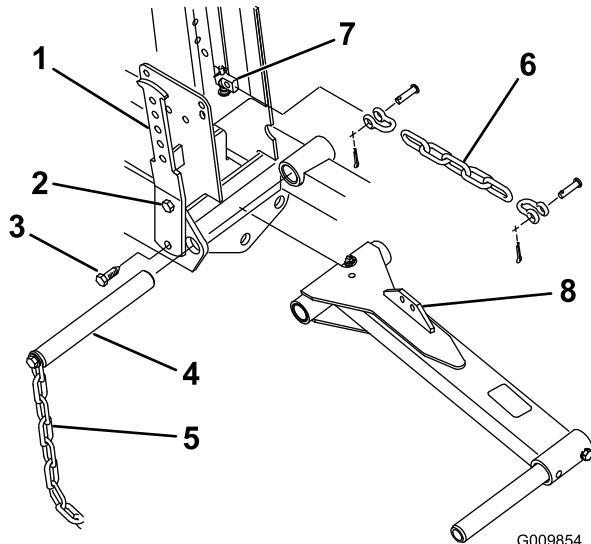

Figura 6
3. Desaperte o parafuso superior que fixa o braço de contrapeso esquerdo à estrutura (Figura 6).
4. Remova o parafuso inferior e a porca que fixam o braço de contrapeso esquerdo à estrutura (Figura 6).
5. Rode o braço de contrapeso para fora e remova o pino de articulação do braço de elevação e a corrente de controlo (Figura 6).
6. Posicione o braço de elevação entre os membros da estrutura, alinhe os furos de montagem e instale o pino de articulação (Figura 6). Insira o pino de articulação de forma a o braço de contrapeso